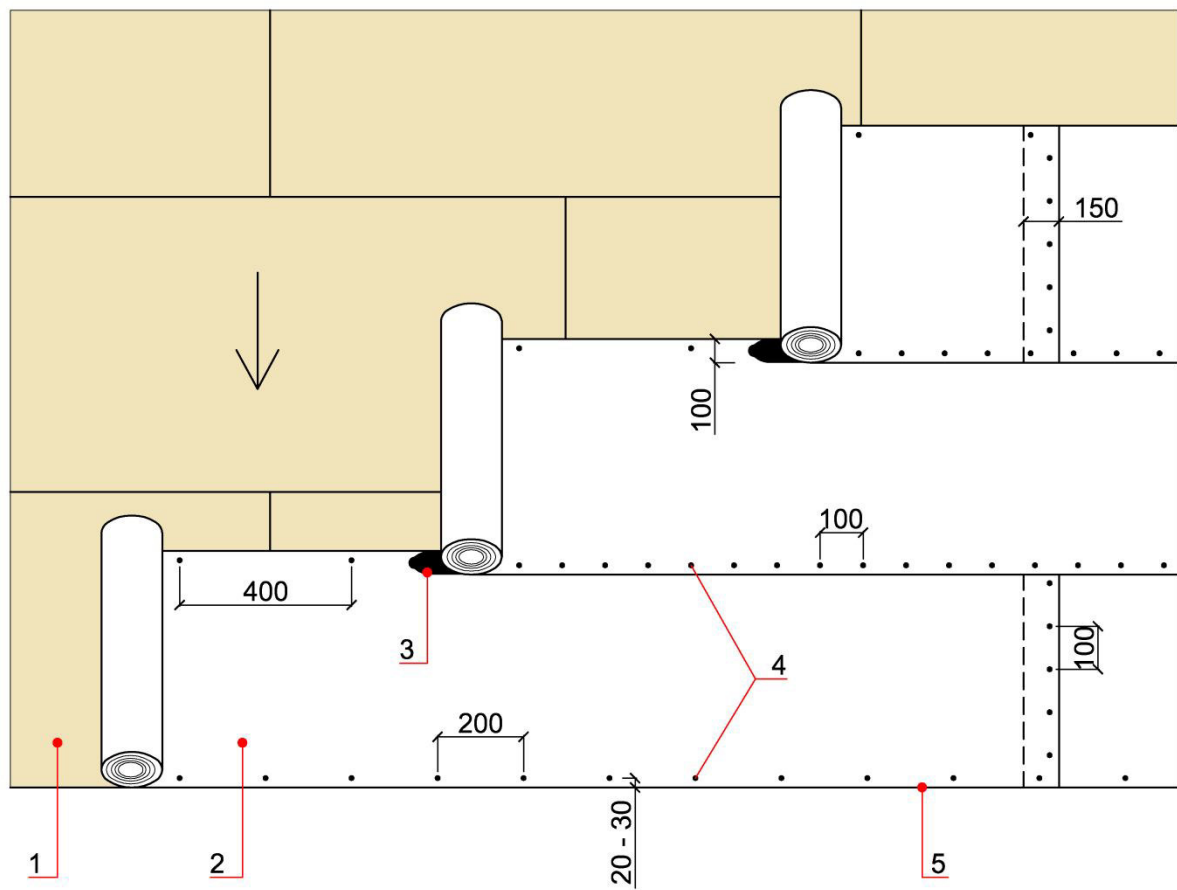

Рис. 9
9.2.1. На основание под гибкую черепицу укладывается подкладочный ковер K-EL или Fel'X по всей поверхности ската (**Рис. 9**). Подкладочный ковер укладывается снизу вверх параллельно карнизному свесу кровли с нахлестом 100 мм в продольном направлении и 150 мм – в поперечном. Верхний край подкладочного ковра крепится к основанию с помощью кровельных гвоздей с интервалом 400 мм, нижний край – с интервалом 100 мм, при этом подкладочный ковер должен быть уложен ровно, без складок. Швы нахлеста герметизируются битумной мастикой ICOPAL (см. п. 3.2.3).